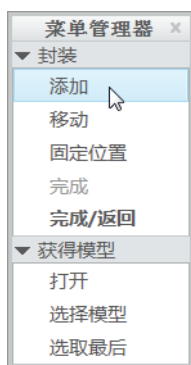

图 10-41 出现“获得模型”菜单
2) 在菜单管理器的“封装”菜单中选择“添加”命令，出现图 10-41 所示的“获得模型”菜单。该菜单的 3 个选项的功能含义如下。